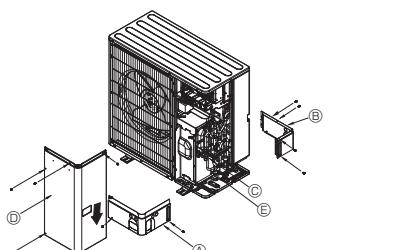

Fig. 5-3
5.3. Прокладка труб хладагента (Fig. 5-3)